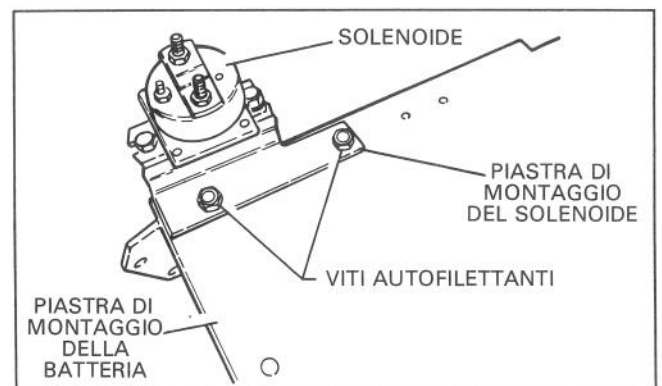

Figura 13
20. Fissate la piastra di montaggio del solenoide alla piastra di montaggio della batteria con (2) viti autofilettanti come mostrato nella figura 13.
21. Fissate il solenoide alla piastra di montaggio con (2) viti a ferro e controdadi come mostrato nella figura 13.